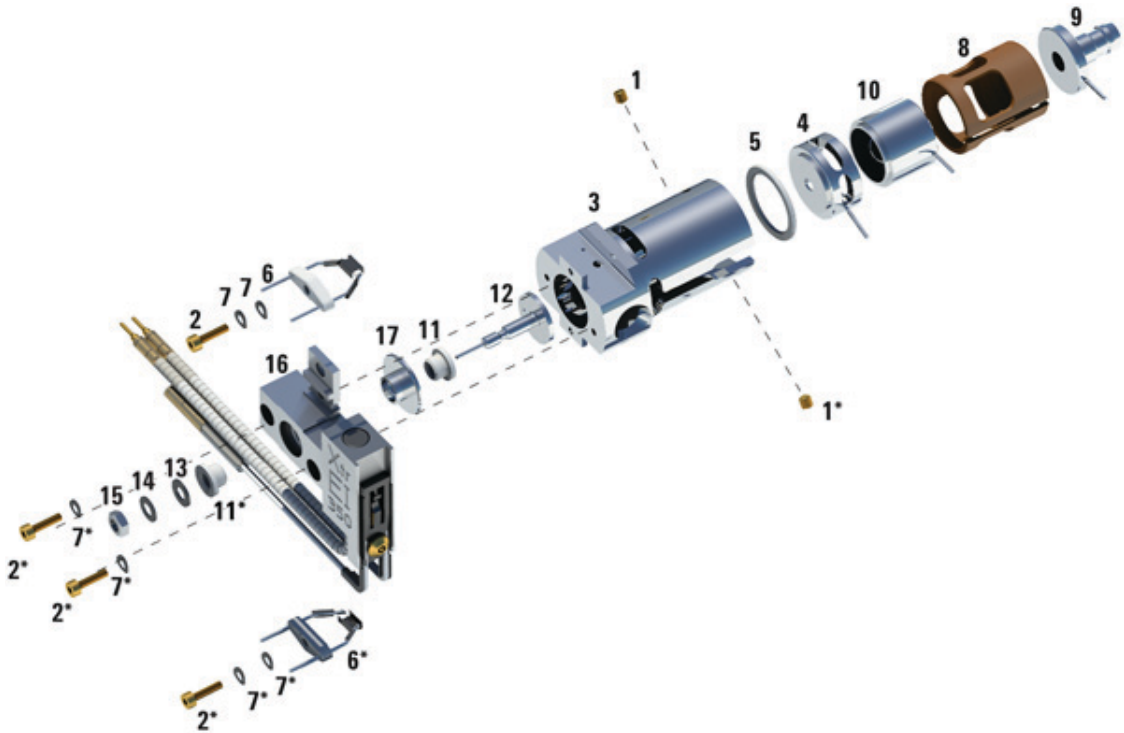

Figure 26 Montage de la source d'ions avec extracteur à EI
- 2 Insérer la lentille d'extracteur dans la source, côté plat en premier (voir Figure 26 à la page 171).
- 3 Insérer la lentille d'entrée et la lentille de focalisation d'ions dans l'isolant dans l'ordre indiqué (Figure 26 à la page 171).
- 4 Faire glisser l'isolant contenant la focalisation d'ions et la lentille d'entrée dans la source, avec la lentille de focalisation d'ions contre la lentille d'extracteur (voir Figure 26 à la page 171).
Tableau 21 Liste des pièces de la source d'ions avec extracteur à EI (Figure 26)